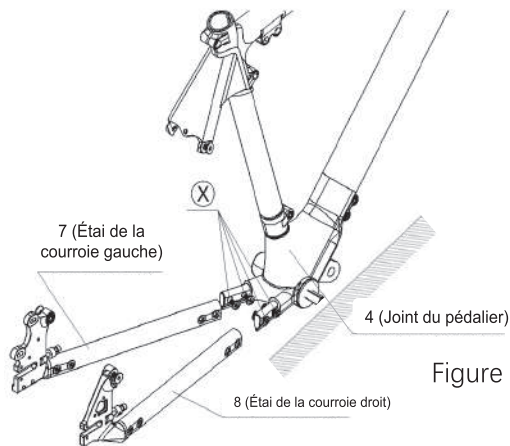

Figure 16-1.
a. Tournez le vélo comme indiqué à la Figure 16-1. À l'aide de deux clés Allen de 4 mm, retirez les quatre vis pré-verrouillées ⊗ de la pièce 4.
b. Insérez la pièce 7 et la pièce 8 dans la pièce 4, comme le montre la Figure 16-1.